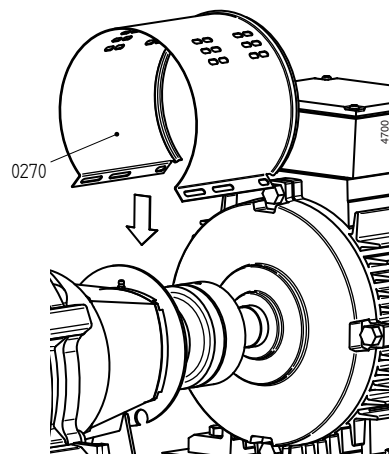

Figura 13: Instalación de la camisa en la parte del motor.
- 2 Extraiga ambas camisas (0270). Consulte figura 13.